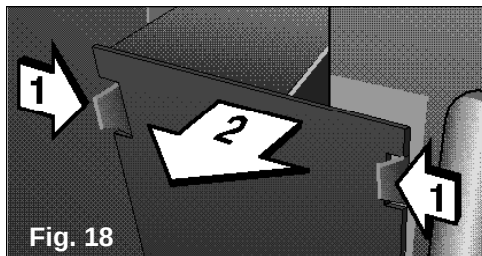

Fig. 18
- ☐ Enlevez le couvercle **F**, **Fig.1**, de l'unité intérieure, de cette façon la zone d'union du tuyau flexible sera visible, **Fig. 18**.